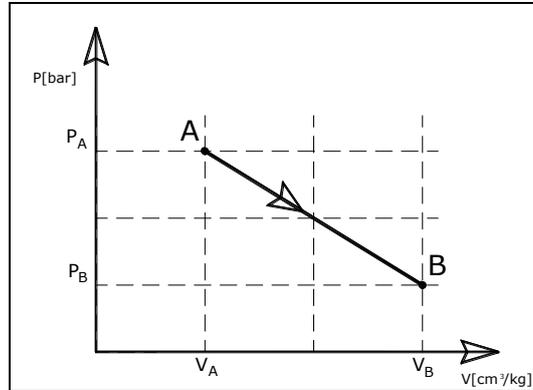

fig. 1
- 2) Si consideri la massa di 1 kg di gas che compie la trasformazione quasistatica indicata in fig. 1: